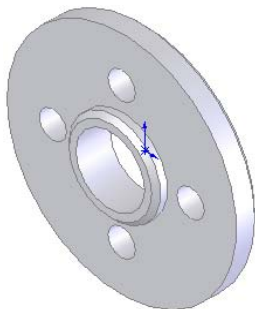

图 5-27 修改后的图形
**04** 退出修改特征。单击“特征”工具栏中的“Instant3D”图标按钮，退出动态修改特征操作，此时图形如图 5-27 所示。